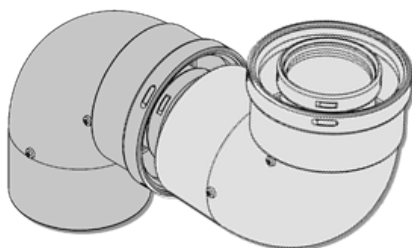

Рис. 30 Два колена соединённые напрямую.
- **Не рекомендуется** одно колено напрямую соединять с другим коленом (См. Рис. 30) Для стабилизации потока газа всегда необходимо между коленами вставлять участок прямой трубы (минимум 0,5 м. для колена  $90^\circ$  и 0,2 м. для колена  $45^\circ$ ). В случае если приходится соединять два колена  $90^\circ$  друг за другом, без минимального участка для стабилизации, то при расчёте длины дымохода **необходимо** учитывать, что в этом случае потеря давления в каждом колене увеличивается в два раза.